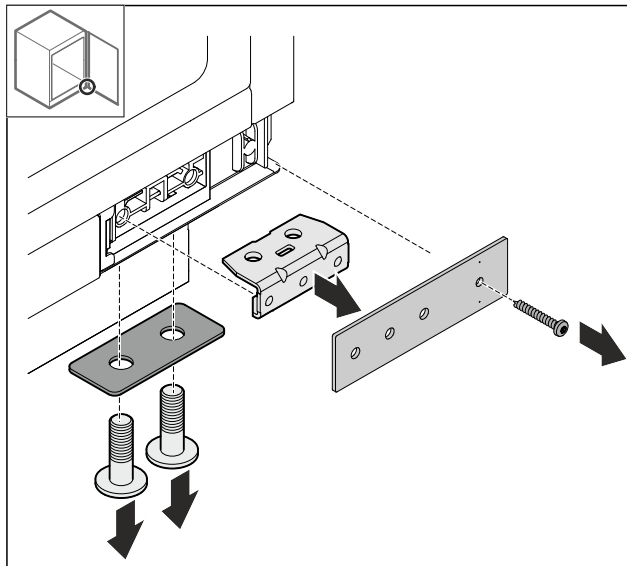

Fig. 40
- ▶ Демонтируйте уголок Fig. 40 (2).